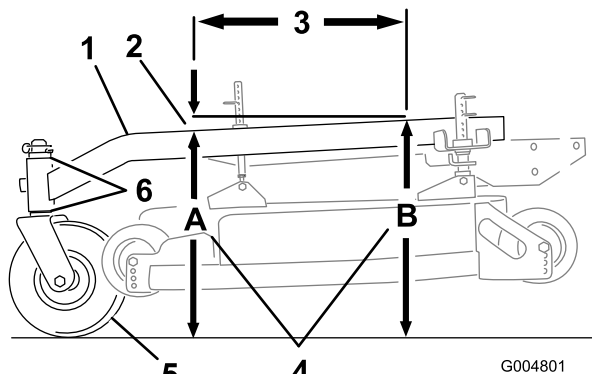

Figure 56
L'inclinaison avant/arrière du bâti porteur doit être comprise entre 3 et 9 mm sur 61 cm de sa longueur (Figure 56).
- Mesurez 61 cm sur le bâti porteur (Figure 56).
- Mesurez la hauteur du bâti porteur au point **A** (Figure 56).
- Mesurez la hauteur du bâti porteur au point **B** (Figure 56).
- La hauteur au point **A** doit être inférieure de 3 à 10 mm par rapport au point **B** (Figure 56).
3 à 10 mm (Figure 56). Déplacez les entretoises en haut ou en bas pour corriger l'inclinaison.